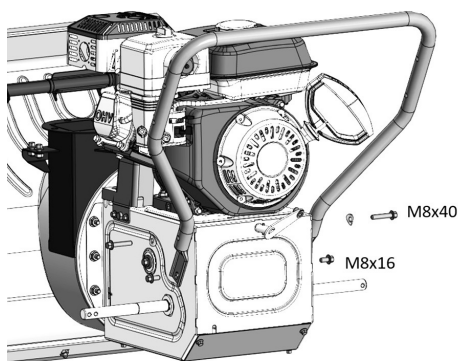

Рис. 5. Установка стойки рукояток
- Установите стойку рабочих рукояток на корпус трансмиссии и закрепите с помощью болтов и шайб из пакета с крепежом 1. Для верхних двух отверстий используйте болты М8×40 и гнутые шайбы М8. Для нижних двух отверстий используйте болты М8×16 без установки шайб (Рис. 5).